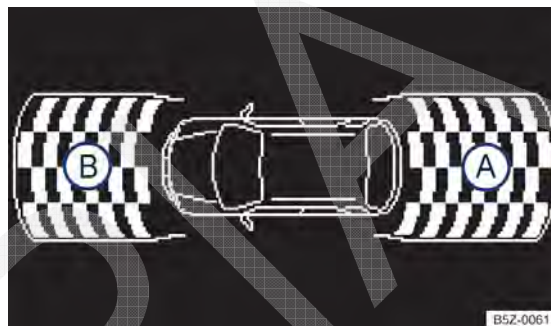

Fig. 117 Exibição do display do controle de distância de estacionamento dianteiro e traseiro no rádio (não disponível para algumas versões).
Dependendo da versão do veículo, será exibido no display do rádio (não disponível para algumas versões) → Fig. 117 a área examinada pelos sensores de ultrassom na parte dianteira (B) e traseira (A) do veículo. Possíveis obstáculos são exibidos tomando o veículo como ponto de referência → ⚠️.
→ Fig. 117